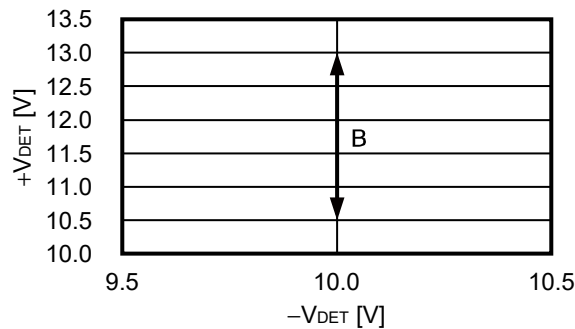

图6 检测电压、解除电压可设领域 ($-V_{DET} > 10.0\text{ V}$)
2. S-19110系列的检测电压为10.0 V (最大值), 但在 $-V_{DET} = 10.0\text{ V}$ 的SENSE检测产品中, 则成为图6中B领域的解除电压。通过外接电阻来设定超过10.0 V的检测电压时, 可在5.0% ~ 30.0%的范围内设定检测电压与解除电压的差。